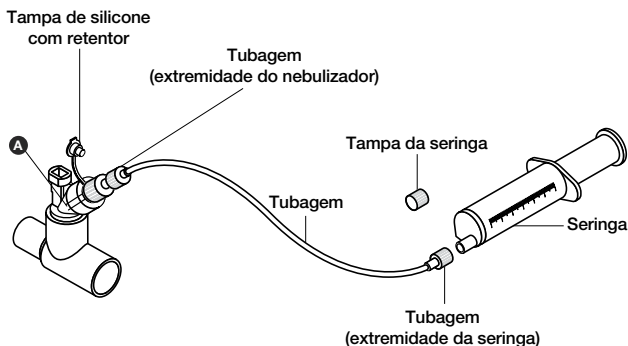

Figura 7. Kit do tubo para nebulização contínua
7. Introduza a seringa cheia de medicação na bomba de infusão da seringa (a bomba não é mostrada na figura 7).